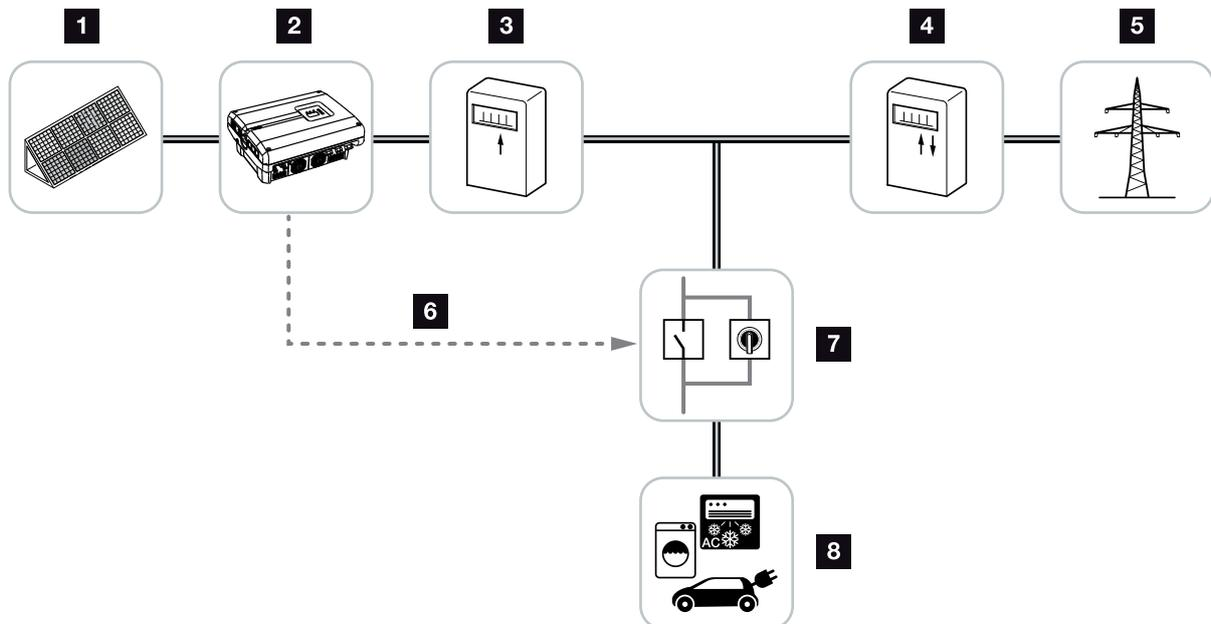

Fig. 53: Configuración del autoconsumo
3. Instalar y conectar conforme a la normativa el resto de componentes para el autoconsumo. **Fig. 53**